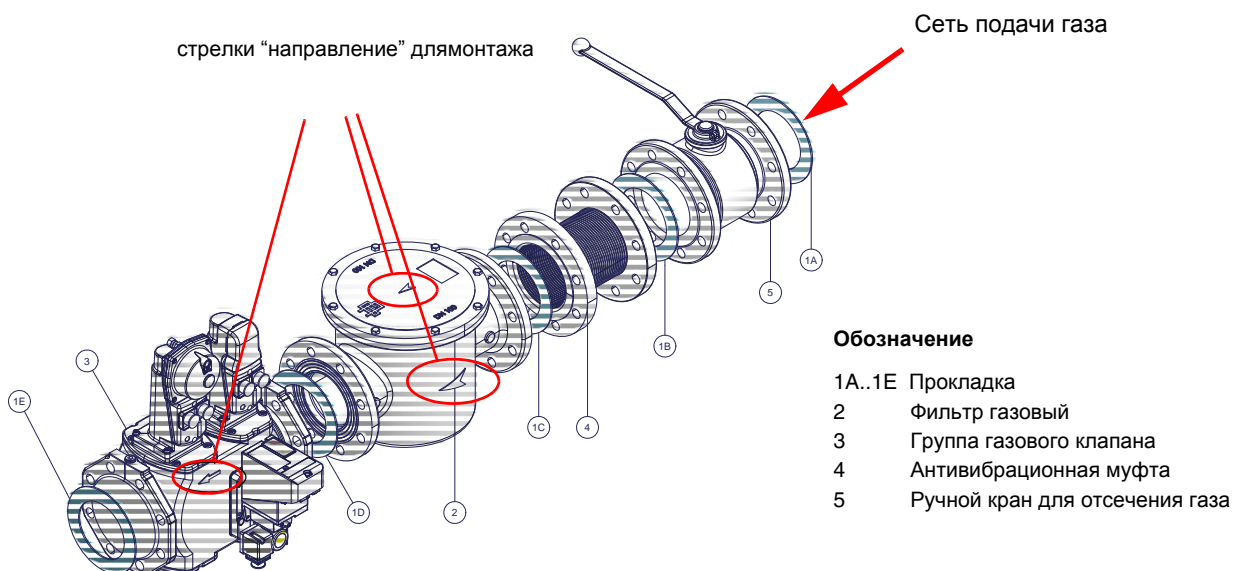

Рис. 5 - Пример газовой рампы
- 1 - б) при фланцевых соединениях: между соседними компонентами устанавливать прокладку (1А..1Е - Рис. 5), совместимую с используемым газом,